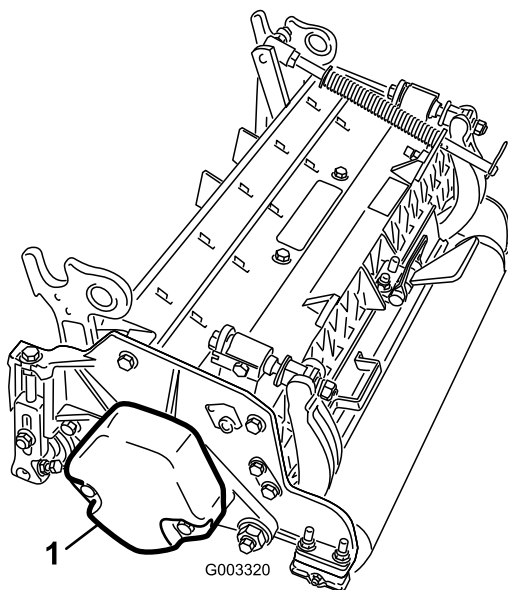

Figura 6
2. Remova o contrapeso (Figura 6).